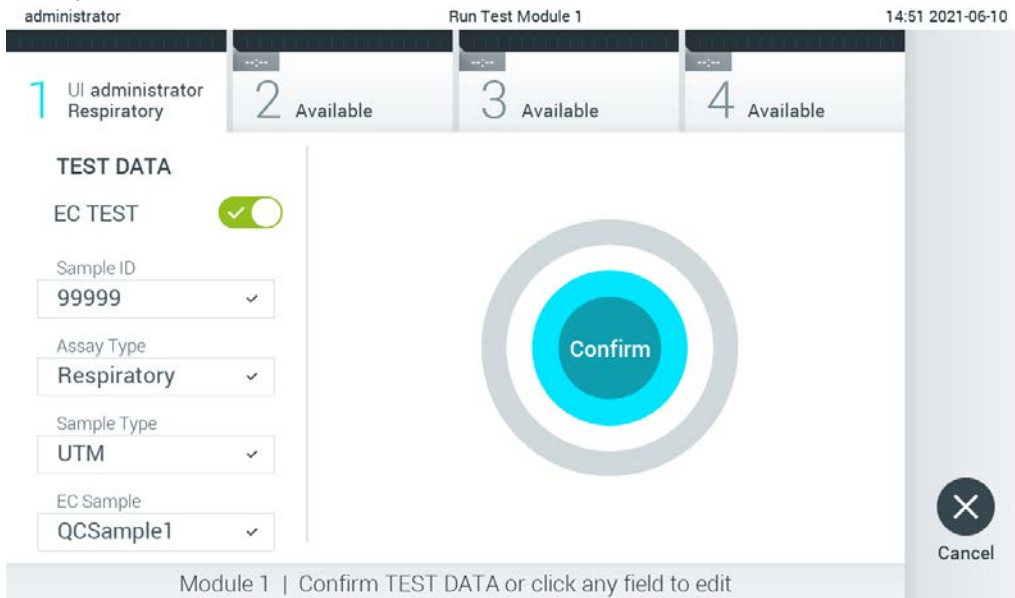

Figura 92. Ecranul Confirm (Confirmare).
7. Va apărea ecranul **Confirm** (Confirmare). Revizuiți datele introduse și faceți modificările necesare apăsând pe câmpurile relevante ale ecranului tactil și editarea informațiilor (Figura 92).